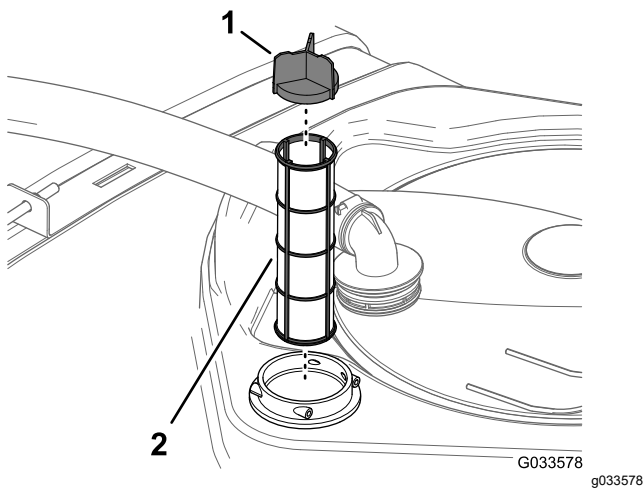

Figure 108
4. Sortez le filtre d'aspiration existant de son logement dans le réservoir (Figure 108).